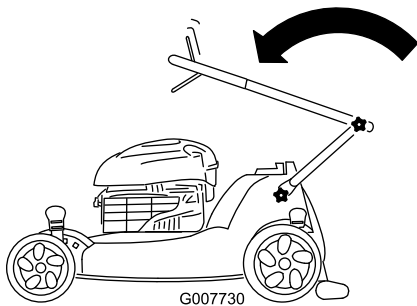

Figure 56
2. Pliez la moitié supérieure du guidon en avant de la manière indiquée (Figure 56).